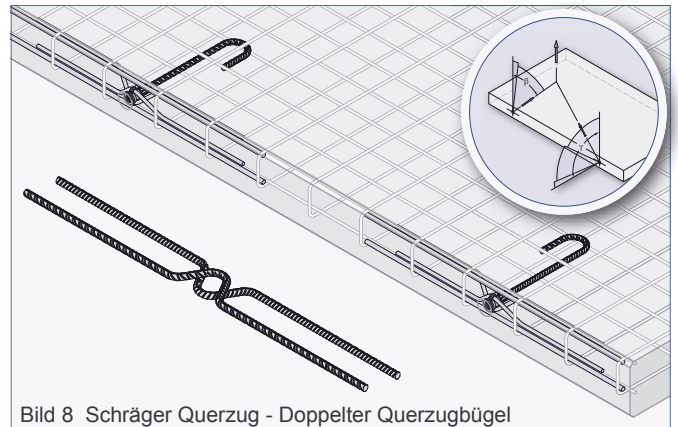
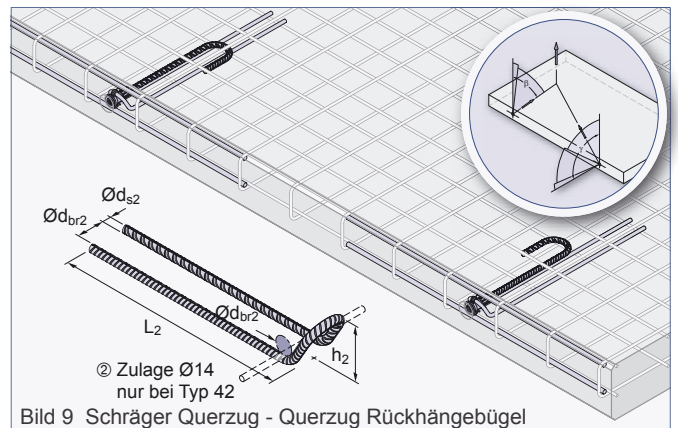
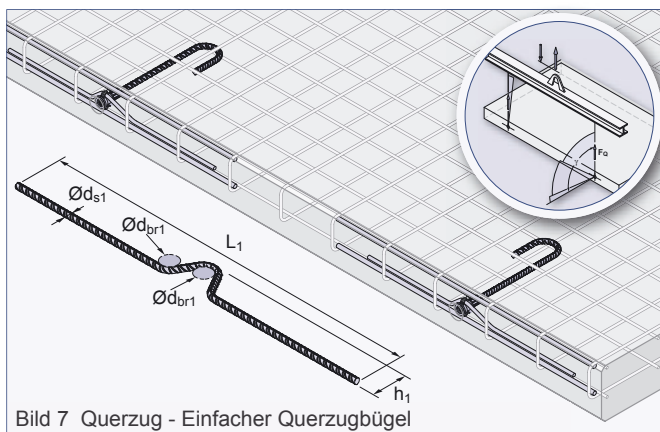

Bild 8 Schräger Querzug - Doppelter Querzugbügel
Bild 9 Schräger Querzug - Querzug Rückhängebügel
Bild 7 Querzug - Einfacher Querzugbügel
Die Beanspruchung der Stockanker mit Querzug $\gamma \geq 15^\circ$ erfordert den Einbau einer Zusatzbewehrung nach Tabelle 5 oder Tabelle 6. Die Querzugbewehrung kann entweder als einfacher Querzugbügel (Bild 7), als doppelter Querzugbügel (Bild 8) oder als Querzug Rückhängebügel (Bild 9) ausgeführt werden. Sie hat im Scheitelpunkt der Biegung Druckkontakt mit der Gewindehülse des Transportankers. Querzugbelastungen an Stockankern sind nur bei Wanddicken d gemäß Tabelle 2 möglich.
Die Querzugbewehrung wird stirnseitig im Bauteil entgegen der Belastungsrichtung angeordnet. Das Aufrichten von Platten kann zu gleichzeitigem Schräg- und Querzug, dem so genannten schrägen Querzug, an den Transportankern führen (Bild 8 und Bild 9). In diesem Falle ist nur die Querzugbewehrung doppelter Querzugbügel oder Querzug Rückhängebügel erforderlich. Der Schrägzugfall wird bei Einsatz dieser Bewehrung mit abgedeckt.
Das Umlegen oder Aufstellen des Bauteils während der Montage, bedarf der Beachtung der Lage der Querzugbewehrung (nur beim einfachen Querzugbügel gem. Bild 7 und Querzug Rückhängebügel gem. Bild 9). Der doppelte Querzugbügel (siehe Bild 8) deckt die üblichen Lastrichtungen ab. Bei der Belastungsrichtung Querzug muss die in Tabelle 3 angegebene Mattenbewehrung als Mattenkappe ausgeführt werden. Zusätzlich zu der oben genannten Mattenkappe müssen Längseisen entsprechend Tabelle 5 oder Tabelle 6 eingebaut werden.
② Zulage Ø14, l = 60 cm (siehe Bild 9)